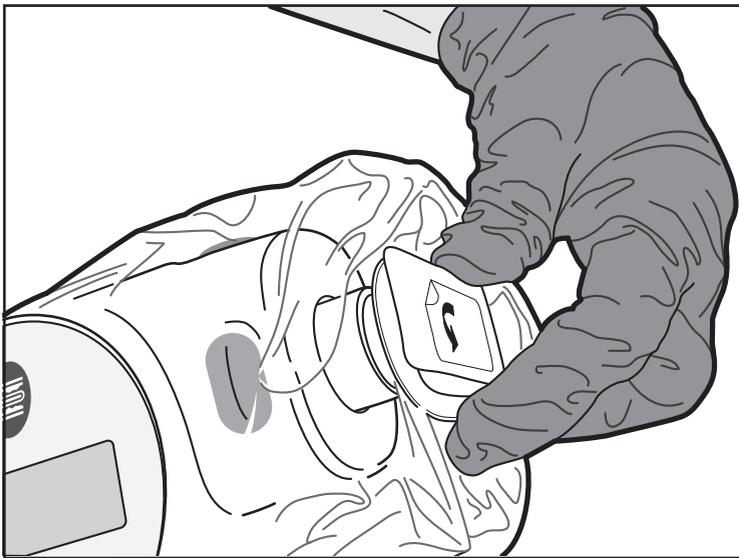
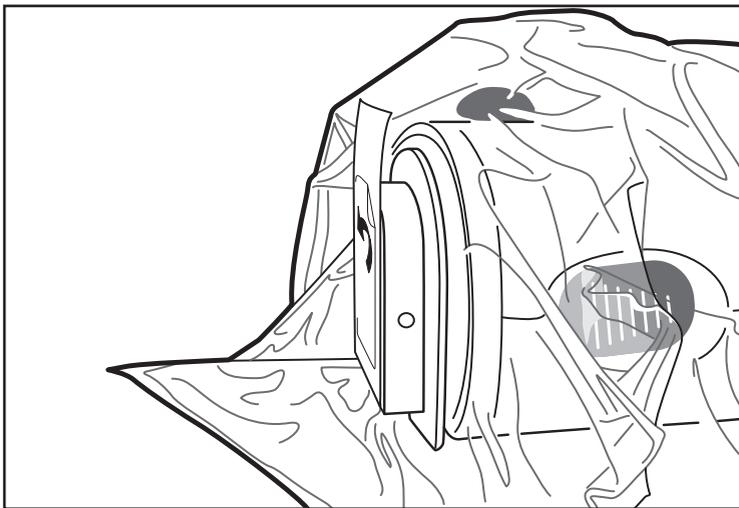

Figure 5. Fixation de la plaque frontale
Figure 6. Plaque frontale fixée
8. Pour fixer la poche à l'unité MDU5 PLUS, l'opérateur dans le champ stérile doit aligner la plaque frontale de la poche avec le nez de MDU5 PLUS (figure 5), puis pousser alors avec précaution pour assurer la connexion. Ne pas pincer de matériau entre la plaque frontale et le nez. La présence de matériau excédentaire autour et au-delà de la connexion est normale (figure 6).